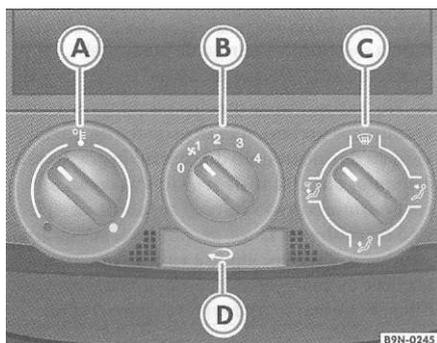

Fig. 82 No painel de instrumentos: comandos do aquecimento
- Gire o interruptor => fig. 82 © para ajustar a temperatura, o interruptor ® para ajustar a velocidade de ventilação e o interruptor © para ajustar a distribuição do ar.